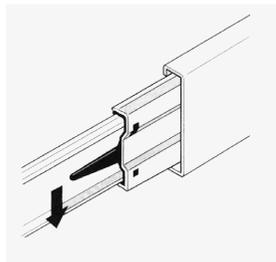
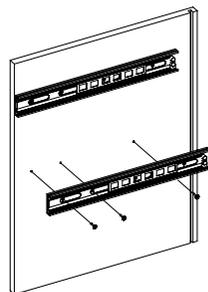

Рис.1
Рис.2
- Подготовьте детали к сборке. Отсоедините от основания телескопических направляющих внутренние планки, отогнув пластиковый рычажок фиксатора (Рис. 1). Основания телескопических направляющих закрепите на деталях 2, 3 винтами М5x8 (Рис. 2). **!!!** Приложите телескопическую часть отверстиями к отверстиям на боковинах 2, 3 так, чтобы они были отцентрованы относительно друг друга. Вкрутите винты М5x8 с помощью шуруповёрта, приложив немного усилий. **Внимание:** винт М5x8 должен заходить с натягом для максимально плотной фиксации телескопических направляющих.